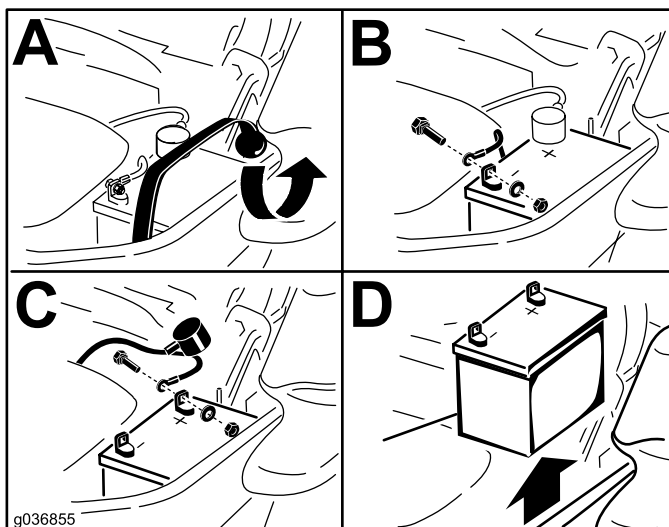

Figura 70
3. Retire la batería, según se muestra en Figura 70.
4. Fije los cables con 2 pernos, 2 arandelas, y 2 contratuercas (Figura 70).
6. Fije la batería con la correa de goma (Figura 70).
1. Coloque la batería en la bandeja, con los bornes frente al depósito de aceite hidráulico (Figura 70).